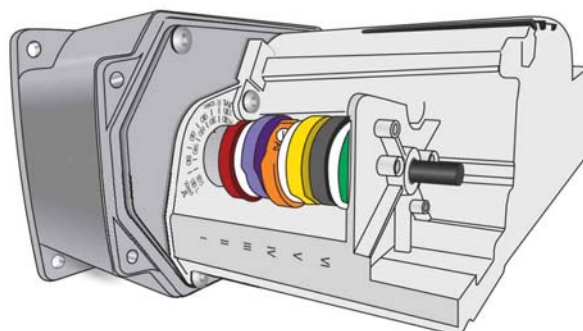
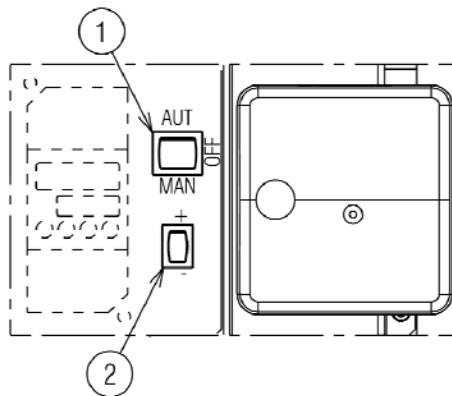

Рис. 28
Рис. 29
Серводвигатель (Рис. 28) одновременно управляет положением воздушной заслонки и, с помощью кулачка с изменяемым профилем (лекала), положением дроссельного клапана газа. Серводвигатель поворачивается на 90° за 30 секунд.
В предыдущем описании мы оставили горелку после розжига, работающей на минимальной мощности. Теперь нажмите кнопку (2) (рисунок 29 стр. 28) в положение «увеличение мощности» и удерживайте ее нажатой до тех пор, пока сервопривод не откроет воздушную заслонку и дроссельный клапан газа.
Регулировка воздуха осуществляется путём изменения угла кулачка I (рис. 28 на стр. 27) и с помощью переключателя (2) (Рис. 29 на стр. 28). Регулировка кулачка сервопривода показана на Рисунке 32 (A).
Нажмите кнопку (2) (рисунок 29, стр. 28), «уменьшение мощности», и удерживайте ее нажатой до тех пор, пока серводвигатель (Рис. 32 В) не встанет в положение заводской настройки: см. Таблицу L на странице 27, последовательно отрегулируйте воздушную заслонку (5) и дроссельную заслонку газа (4) (Рис. 31 на стр. 29).
Регулировка воздуха осуществляется путём изменения угла кулачка III (рис. 28 на стр. 27) и с помощью переключателя (2) (Рис. 29 на стр. 28). Регулировка кулачка сервопривода показана на Рисунке 32 (А).
После настройки максимальной и минимальной мощности горелки необходимо настроить расход газа в нескольких промежуточных положениях сервопривода. Для перехода из одного положения к следующему удерживайте нажатой кнопку (2) на символе (+) или на символе (-) (Рис. 29 на стр. 28). Чуть-чуть нажмите кнопку «увеличение мощности» (2) (рис. 29), серводвигатель должен повернуться примерно на 20°, смотрите на градуированный указатель сервопривода (Рис. 32) (В) и градуированный указатель воздушных заслонок (5) (Рис. 31 на стр. 29).
Погасите горелку с помощью выключателя (1) (Рис. 29), положение OFF, расцепите кулачок-лекало (I) (Рис. 31) и шестерни серводвигателя, для этого нажмите и переведите вниз кнопку (3) (Рис. 32 - D), затем вручную поверните несколько раз вперед и назад кулачок (I) (Рис. 31), убедившись в том, что он поворачивается мягко и не заедает.